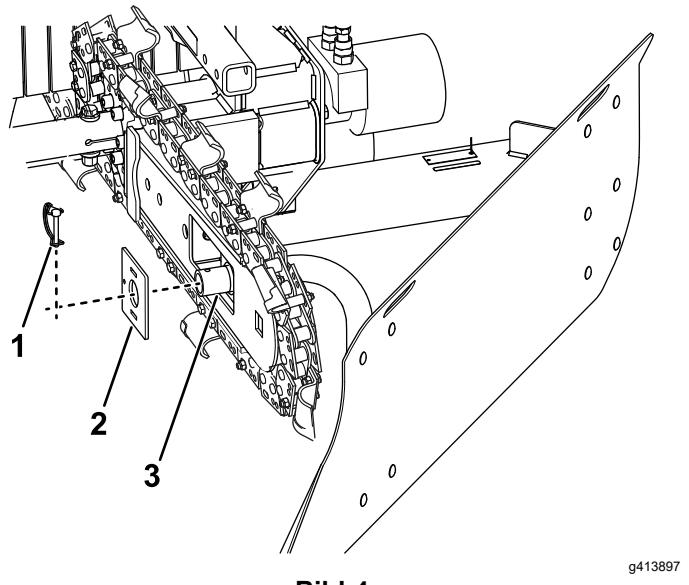

Bild 4
3. Nehmen Sie den Klappstecker und die Befestigungsplatte von der vorderen Befestigungshalterung ab (Bild 4).
5. Schieben Sie die Befestigungsplatte auf die vordere Befestigungshalterung und befestigen sie mit dem verbundenen Klappstecker (Bild 4).